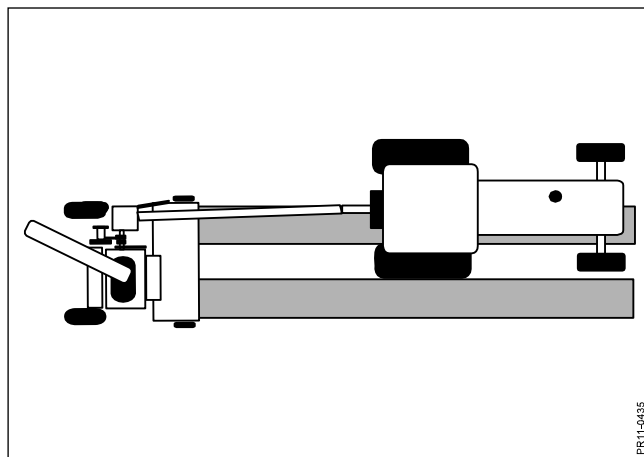

Рис. 5-8
- Рис.5-8** 2) Кормоуборочный комбайн наполовину смещен в сторону, один из валков проходит между колесами трактора. Такое рабочее положение позволяет кормоуборочному комбайну находиться ближе к трактору и производить загрузку грузовика с обеих от комбайна сторон.